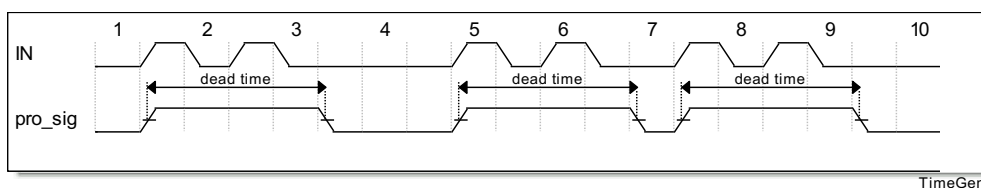

图 4.9 脉冲死时间
4) 连续计数的脉冲死时间为 60~80ns，Count 波形的脉冲死时间为 15~20ns,如图 4.9。